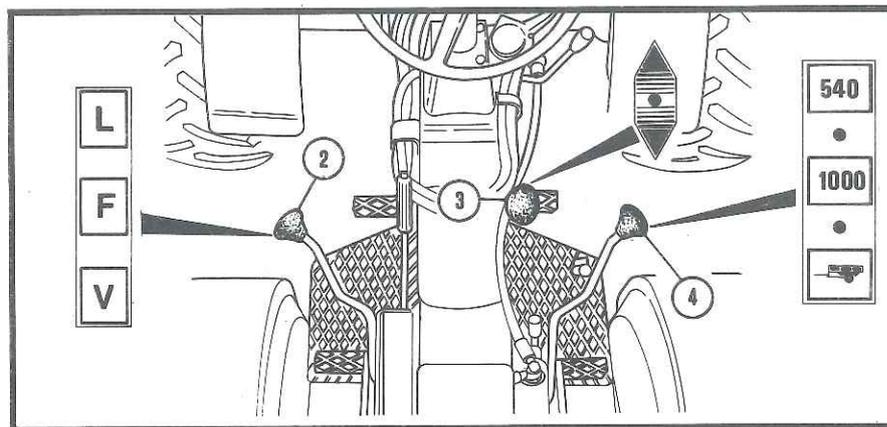
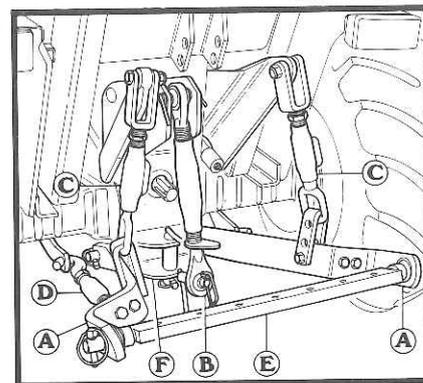

Abb. 8 Schema des Ganghebels
Abb. 9 Anbauvorrichtung für Geräte
ten Gang (langsam oder schnell, Abb. 8) entsprechende Position stellen;
- den Hebel des hydrostatischen Getriebes 3 langsam in Richtung des gewünschten Ganges (Abb. 8) bewegen und den Motor entsprechend beschleunigen.
Die Zapfwelle besteht aus einer 6-nutigen 13/8" Welle (Abb. 9) und funktioniert sowohl mit unabhängiger Geschwindigkeit (540 und 1000 U/min.), als auch mit dem Getriebe synchronisiert. Um die unabhängige Zapfwelle in Drehung zu versetzen, die Kupplung auskuppeln und den Hebel 4 auf die Position «1000» oder «540» bringen (Abb. 8).
Die synchronisierte Zapfwelle kuppelt sich bei stillstehender Maschine, durch Bewegen des Hebels auf die Position  aus (Abb. 8).
Gerät wird an den Seitenstangen «A» (Abb. 9) angebracht, mit zwei Schnappsplinten gesichert und dann mit der Strebe «B» am 3. Punkt befestigt.
Zugverbindungen «C» (Abb. 9)
Ausgleicher «D» (Abb. 9)
Zugstange «E» (Abb. 9)
Anhängerkupplung «F» (Abb. 9)